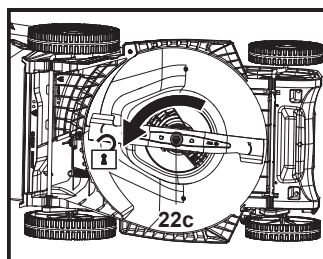

Fig. 20
1. Maintenir le dessous de la machine et la lame de coupe (22) propres et exempts de débris. Retirer l'herbe coupée de la goulotte d'éjection arrière (21).
3. Garder la lame de coupe (22) aiguisée pour assurer de bonnes performances de coupe. Si la lame de coupe est usée ou endommagée, la remplacer par une neuve de même type ou demander à un spécialiste qualifié de l'affûter.
4. Desserrer le boulon de fixation (22c) dans le sens antihoraire à l'aide d'une clé à chocs électrique adaptée (taille de douille de 13 mm) (Fig. 20), puis le retirer avec la rondelle plate (22b) et la lame de coupe (22).